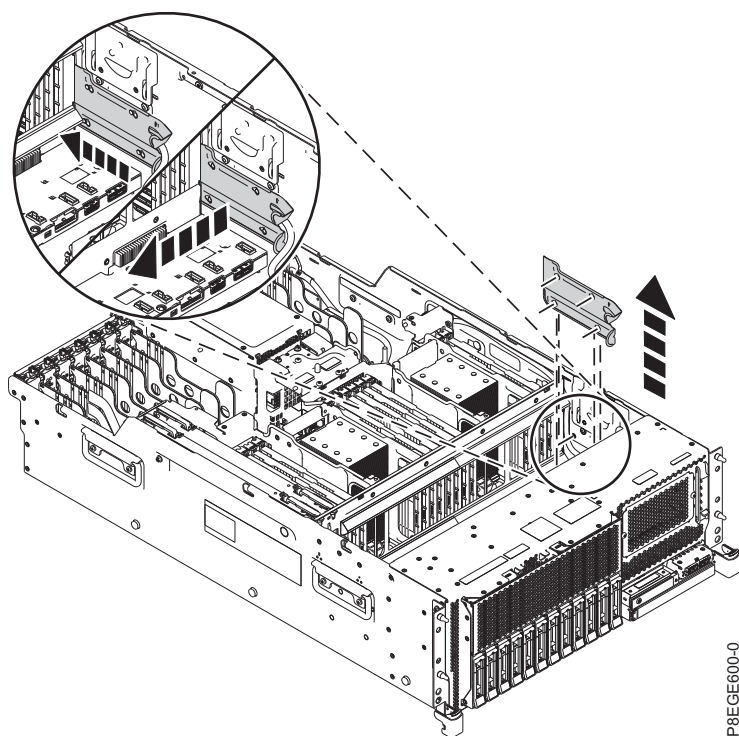

Figura 1. Extracció de la coberta del cable USB
4. Traieu la coberta del cable USB de la part lateral del xassís del sistema. Agafeu la nansa superior de la coberta i traieu-la del xassís. Empenyeu la coberta cap a la part posterior del sistema fins que les ranures de la coberta deixin veure els pins de la part lateral del xassís i, a continuació, traieu la coberta. Consulteu Figura 1 a la pàgina 4.